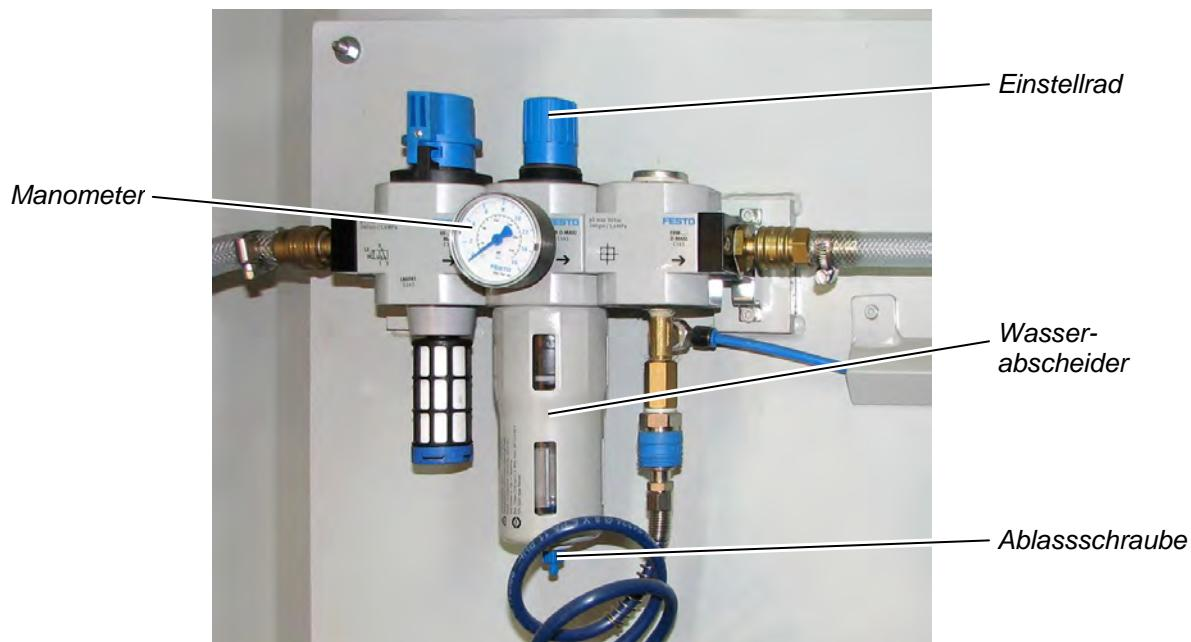

Abbildung 36: Druckminderer
- ⇒ Am Manometer den Betriebsdruck kontrollieren, der am Druckminderer eingestellt ist (Position: siehe Abbildung 36, Seite 96).